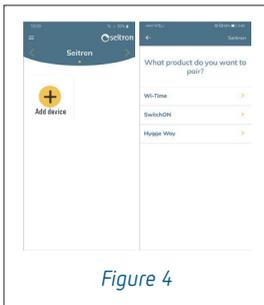

Figure 4
- Suivez les instructions et appuyez sur « **Start** » (figure 4).